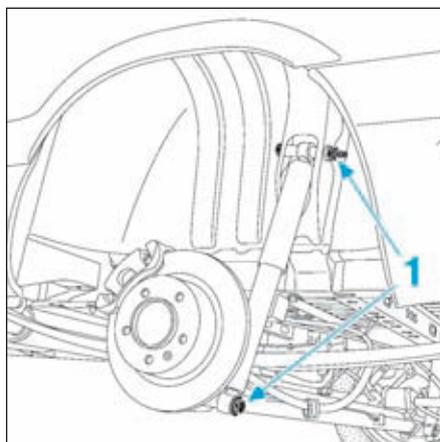

FIG.26
- Déposer les vis de fixation (1), puis déposer l'amortisseur (Fig.26).